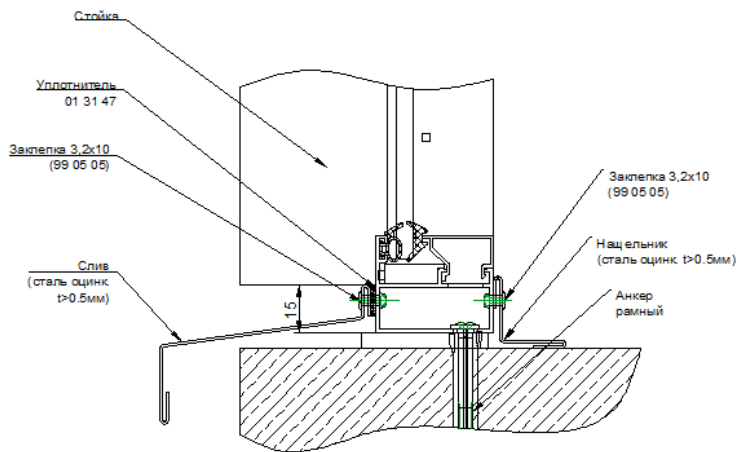

Рисунок 7
6.1.6 С внешней (уличной) стороны установить и крепить, самонарезающими винтами или вытяжными заклепками к верхней и нижней части рамы распашного ограждения, нащельники или слив (Рис.7,9).
6.1.9 Установить и крепить самонарезающими винтами или вытяжными заклепками внутренние нащельники (если таковые предусмотрены конструкторской документацией) (Рис.7, 8, 9).